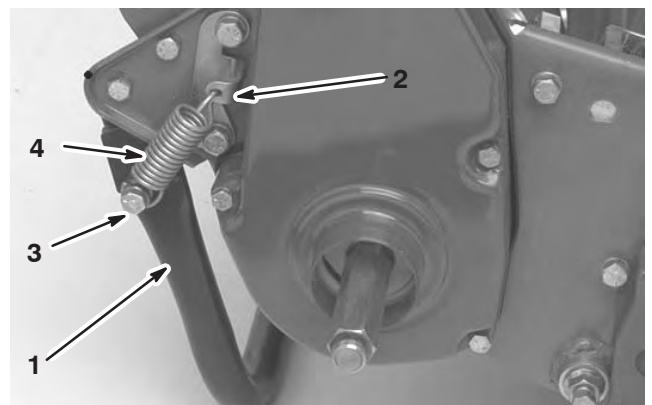

Bild 3
1. Haken Sie die Feder in das Loch an der Federhalterung und an der Federbefestigung ein. Richten Sie gleichzeitig den Ständer mit den Befestigungsöffnungen am hinteren Rahmen aus (Bild 3).
2. Montieren Sie den Ständer an jeder Seite des Rahmens mit einer Kopfschraube, einer Sicherungsscheibe, einem Distanzstück und einer Sicherungsmutter (Bild 3). Legen Sie das Distanzstück in das Befestigungsloch des Ständers ein.